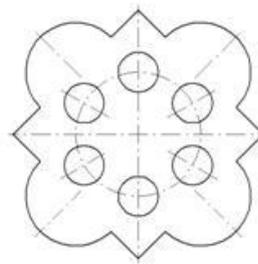

Рисунок 33
- з) Построить окружность радиусом 27 мм осевой линией (рисунок 33), разделить ее на шесть частей. Из полученных точек как из центров построить шесть окружностей R6.